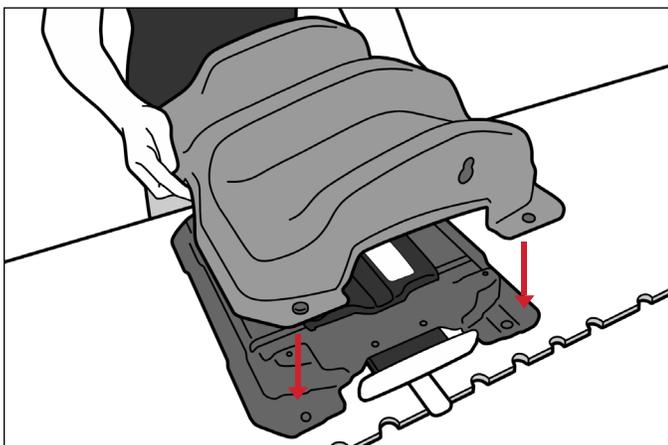

Figure 6
4. Installer la coque du repose-genoux en alignant les broches des 4 coins avec les trous correspondants dans la base du repose-genoux. (Figure 6)